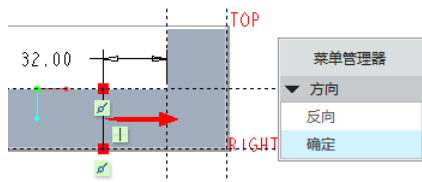

图 1-213 定义要保持固定状态的区域
(8) 菜单管理器出现“方向”菜单，确保设置图形窗口中箭头的方向如图 1-213 所示（如果箭头方向不对，则使用该“方向”菜单中的“反向”命令），注意箭头指示着要固定的区域，然后在“方向”菜单中选择“确定”命令。